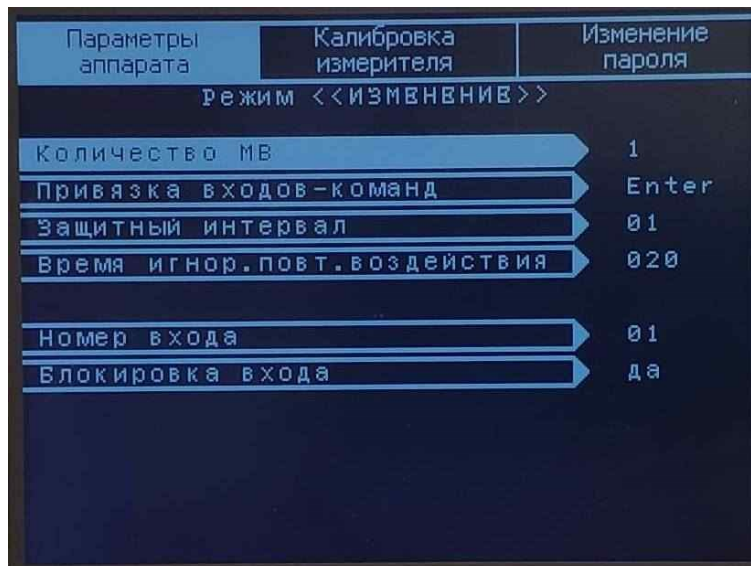

Рисунок 9 – Підрозділ «Конфігурація МВ»
**2.1.2. «Конфігурація МВ»** - підрозділ налаштувань модулів дискретних входів (см. рисунок 9).